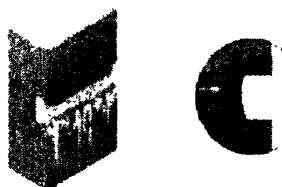

Рисунок 3
- в выемку на слой «Кристалл Плаг» нанести «Кристалл Т1» слоем 13 мм (рисунок 3);